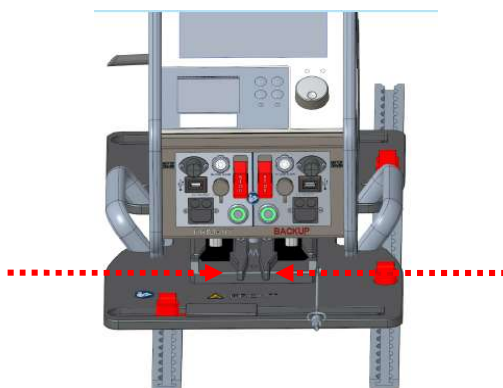

Рисунок 12
2. Задействовать две вилки, перемещая их из положения под наклоном в параллельное положение (рисунок 12).